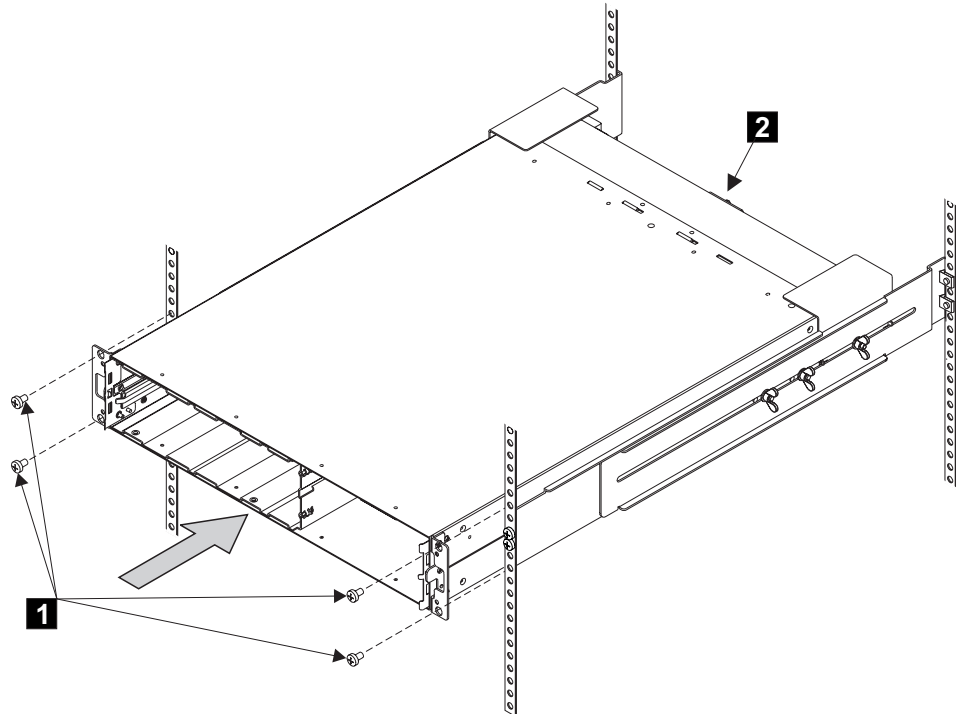

図 110. ラックへの 2145 無停電電源装置の取り付け
6. 前面の皿頭ねじを取り付けます (139 ページの図 110 の **1**)。